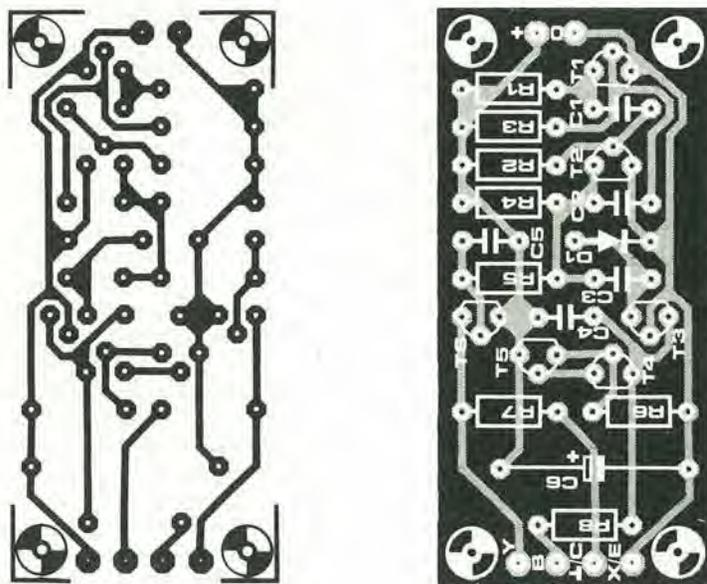

Figura 4. La basetta stampata del tracciature.
Come detto in precedenza, si possono provare anche i diodi. Questi vanno collegati con l'anodo ad R7 () ed il catodo allo zero dell'alimentazione (X). Le caratteristiche I/U del diodo in questione appariranno così sullo schermo. La figura 4 mostra la basetta del circuito stampato. È molto compatto, e può essere montato in un batter d'occhio.
Il circuito di trigger si può vedere in figura 4. Un commutatore a tre posizioni permette di scegliere l'ingresso di trigger che si
Figura 4. Il circuito di trigger, che ricava gli impulsi u_{tr} dall'ingresso analogico "trigger source". La corrispondente basetta stampata contiene anche il controllo "trace distance", P2, dato che esso ha per caso la posizione corrispondente a questo punto, sul pannello frontale.
Figura 5. La "basetta del trigger" (EPS 9969-2). Tutti i componenti di figura 4, fatta eccezione per S2 e C1, sono montati su questa basetta. Il LED D2 va montato dal lato rame del circuito stampato.